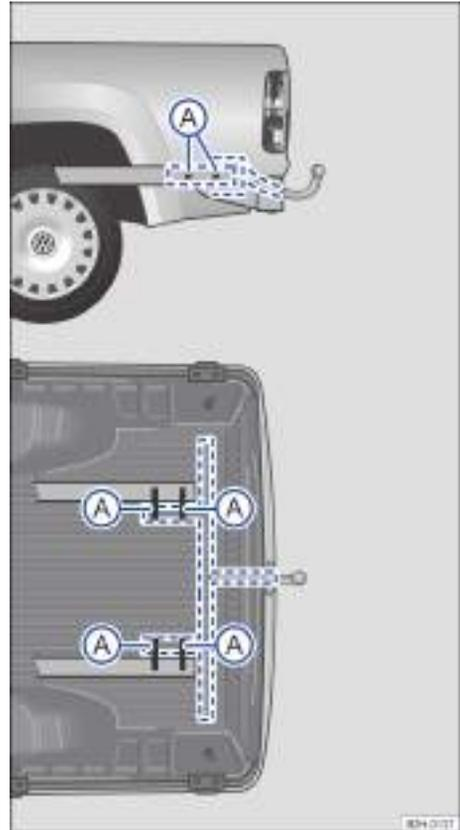
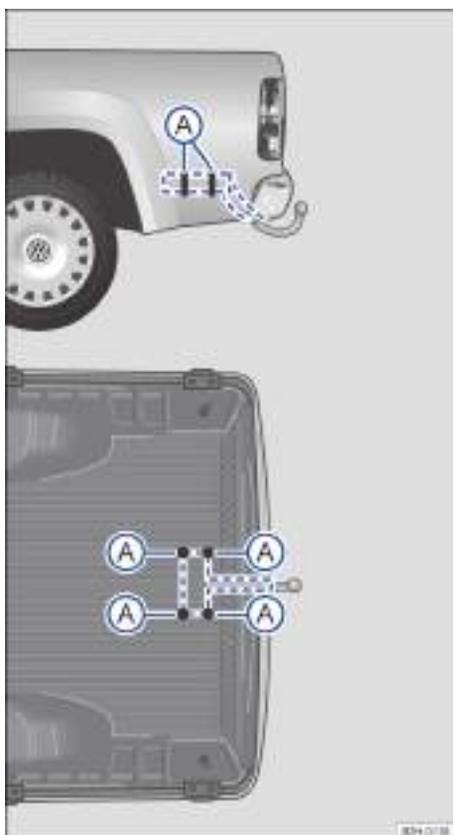

Fig. 135 Vehículos sin paragolpes: puntos de fijación para el montaje posterior de un enganche para remolque.
Fig. 136 Vehículos con paragolpes: puntos de fijación para el montaje posterior de un enganche para remolque.
El montaje posterior de un enganche para remolque se deberá realizar siguiendo las instrucciones del fabricante. El enganche para remolque deberá fijarse en los puntos indicados en la → **fig. 135** (A) (vehículos sin paragolpes) o en la → **fig. 136** (A) (vehículos con paragolpes).